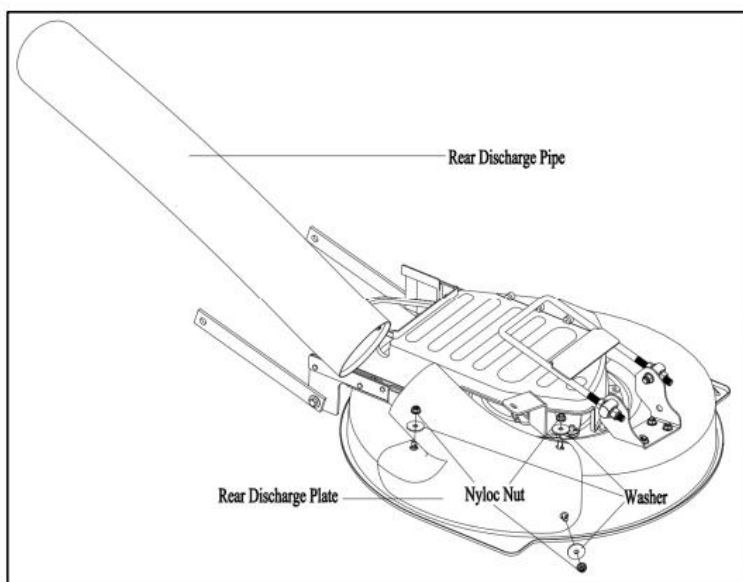

Figure 6
- 4) Assembler le tuyau d'évacuation arrière et le couvercle d'évacuation arrière (figure 6).
- 5) Monter l'ensemble du tuyau d'évacuation arrière sur le disque de la lame (figure 6).